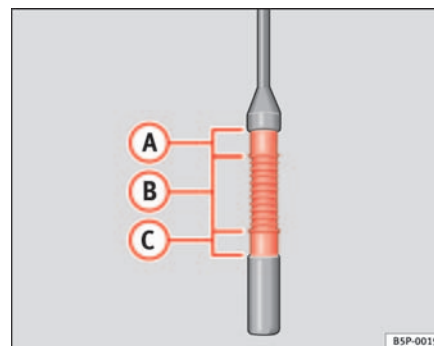

Fig. 122 Jauge d'huile-moteur
- Retirez de nouveau la jauge d'huile et lisez le niveau d'huile sur l'extrémité inférieure de la jauge ⇒ page 189, fig. 122.
Si le niveau d'huile se trouve dans la zone ⇒ page 189, fig. 122 **(A)**, il ne faut pas faire d'appoint d'huile.